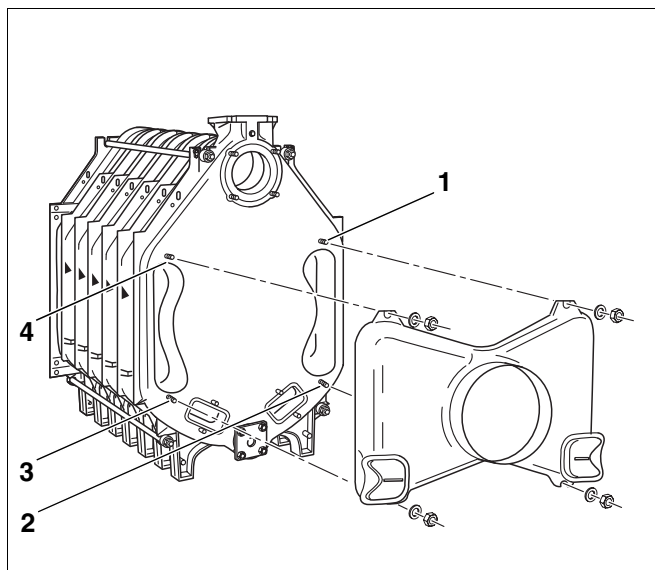

Fig. 26 Montering af røgkasse
- Sæt røgkassen på de fire pinbolte på bagelementet (Fig. 26, **pos. 1 – 4**), og skru den på med spændeskiver og møtrikker.